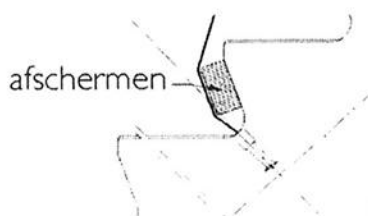
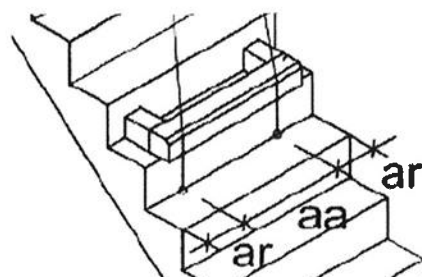

Figuur 3
Figuur 4
- 4) De elementen moeten zodanig worden gehesen dat alle ankers worden belast. Dit houdt bij gebruik van tweesprongen in dat één van de tweesprongen zodanig moet zijn voorzien van een balanceer-inrichting dat alle kettingen op spanning komen te staan. (figuur 3: trap gehesen met dubbele tweesprong waarvan 1 met balanceer-inrichting; figuur 4: voorbeeld van balanceer-inrichting)